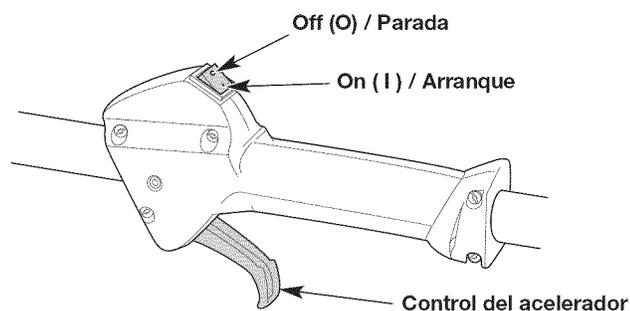

Fig. 9
NOTA: No es necesario encender la unidad. El interruptor de encendido/apagado está en la posición ON (1) (encendido) en todo momento (Fig. 9).
6. Apriete el control del acelerador (Fig. 9) y tire de la cuerda de arranque con un movimiento controlado y firme **5 veces** (Fig. 12).
2. Oprima y mantenga apretado el interruptor de encendido/apagado en la posición OFF (0) (apagado) hasta que el motor se pare por completo (Fig. 9).
- NOTA:** No es necesario encender la unidad. El interruptor de encendido/apagado está en la posición ON (I) (encendido) en todo momento (Fig. 9).
7. Apriete y mantenga oprimido el control del acelerador (Fig. 9). Ponga en marcha el accesorio Speed Start™ durante 2 segundos.
2. Oprima y mantenga apretado el interruptor de encendido/apagado en la posición OFF (O) (apagado) hasta que el motor se pare por completo (Fig. 9).